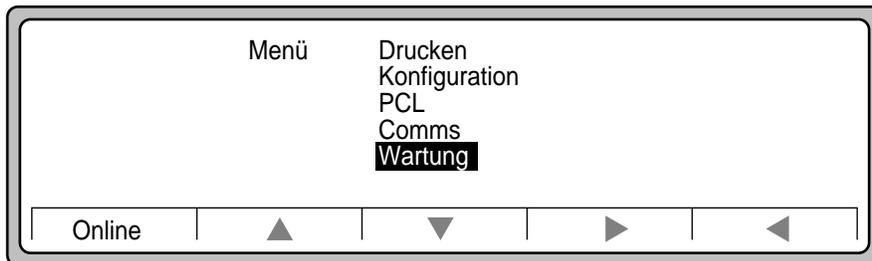

Abbildung 2-81 Wartung ausgewählt
2. Heben Sie mit Hilfe des **Abwärtspeils** die Option **Wartung** hervor (siehe Abbildung 2-81).